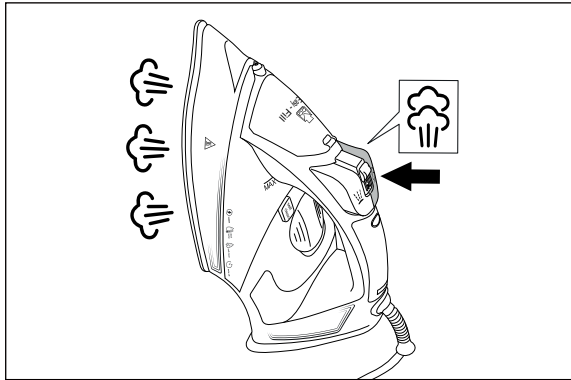

Fig. 7
- 4) Pressione o botão do jato de vapor  **4** várias vezes, a intervalos de aprox. 5 segundos (ver fig. 7).